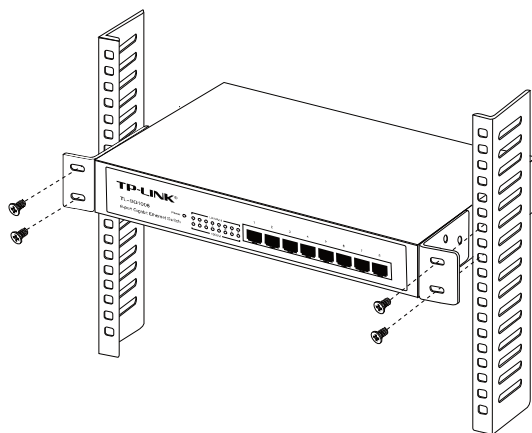

图3-3 机架安装示意图
3. 将交换机安放在机架内，用螺钉将L型支架固定，确保交换机稳定地安装在机架上（螺钉用户自备）。如图3-3所示。